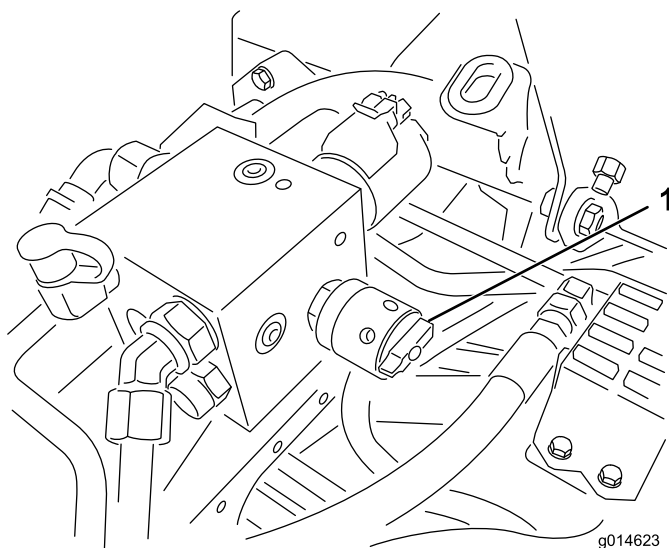

図 55
6. リール速度コントロールを 1 にセットする（図 55）。